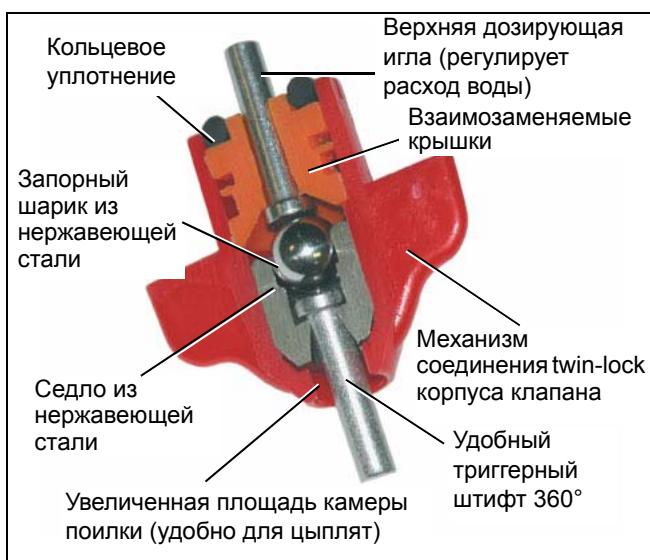
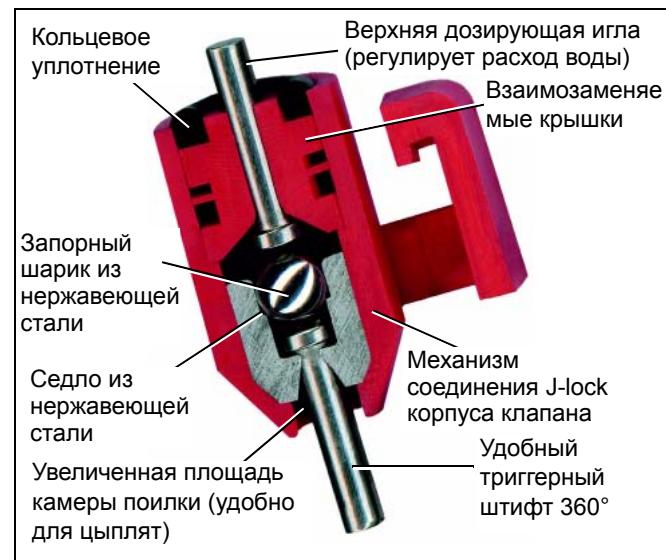

Рисунок 2A Twin-Lock
Рисунок 2B J-Lock
10. Система Cumberland оснащена трубопроводами ABS со светоизолирующими присадками, которые предотвращают проникновение света (который может способствовать росту водорослей). (см. рисунок 2A и рис. 2B.)